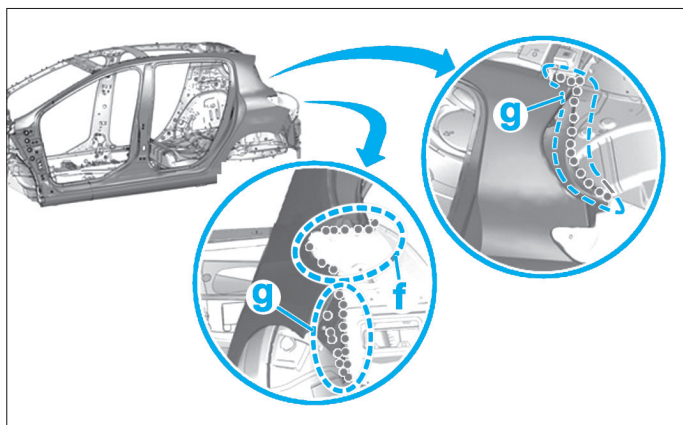

FIG. 60
- par points bouchons les points zone (f) (Fig.60).